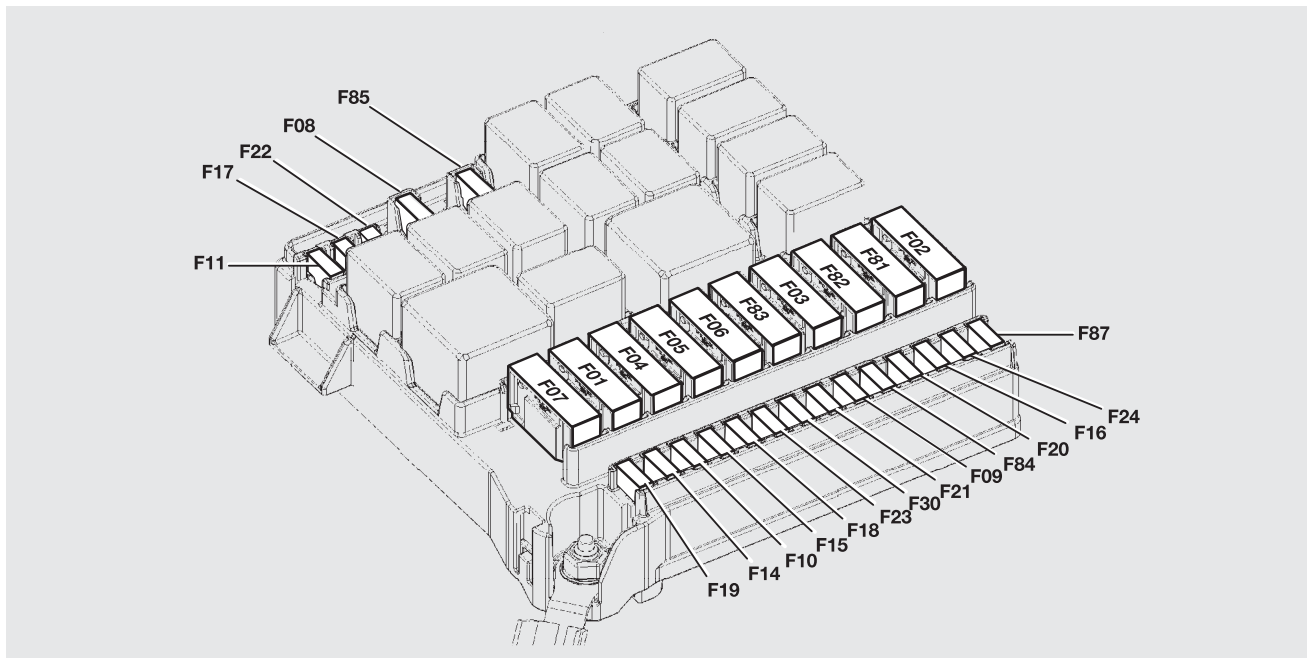

fig. 171
- de esta manera se tiene acceso a la centralita de fusibles fig. 171.
DISPOSITIVO PROTEGIDO - fig. 171